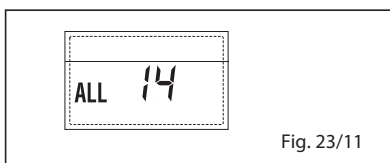

Fig. 23/11
- ANOMALIA DO VENTILADOR "ALL 15" (fig. 23/12)